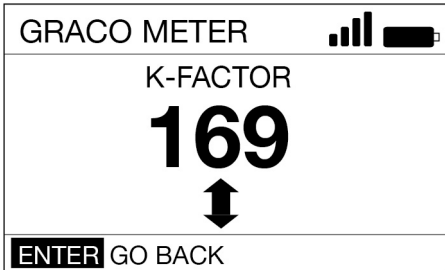

FIG. 26
8. Observe que aparezca el FACTOR K en curso. En el ejemplo mostrado en FIG. 26 el valor del FACTOR K es 169.